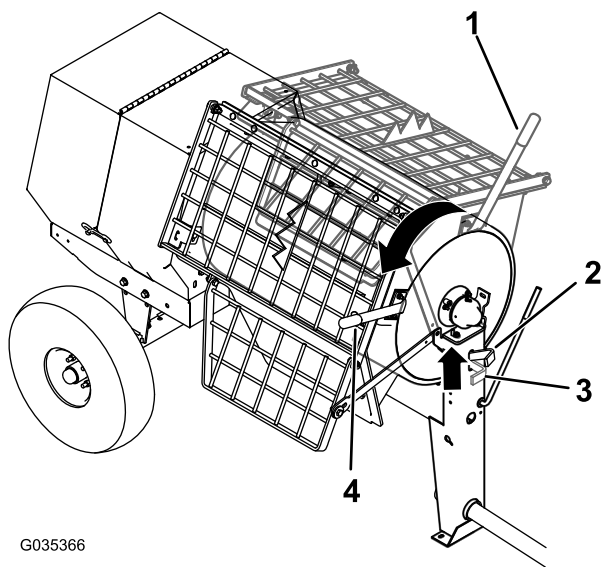

Figura 38
- Sujete la palanca de volteo con la mano izquierda (Figura 38).
- Levante la manija del pestillo del tambor (Figura 38).
- Con ambas manos en la palanca de volteo, gírela en sentido antihorario para descargar el contenido del tambor (Figura 38).
- Gire la palanca de volteo en sentido horario hasta que el pestillo del tambor bloquee el tambor en la posición vertical (Figura 38).